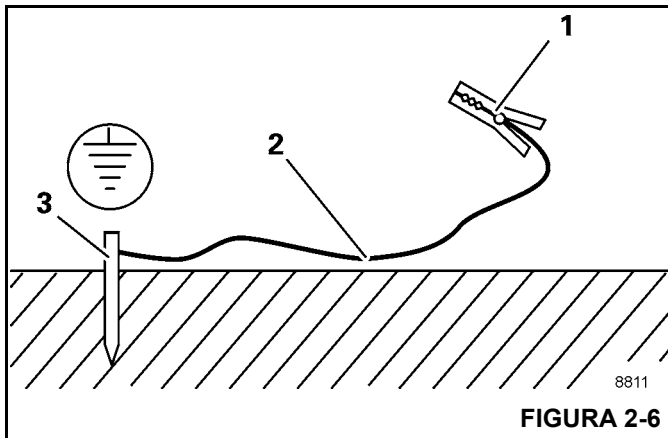

FIGURA 2-6
1. Martele uma haste de metal (3, Figura 2-6) (comprimento de aproximadamente 2,0 m (6.6 pés)) pelo menos 1,5 m (5 pés) no solo.
2. Umedeça o solo ao redor da haste de metal (3) para obter melhor condutividade.
3. Prenda o cabo isolado (2) na haste de metal (3) seção transversal de pelo menos 16 mm² (0.025 pol²).
4. Conecte a extremidade livre do cabo com um grampo (1) a um local com boa condutividade elétrica na estrutura.